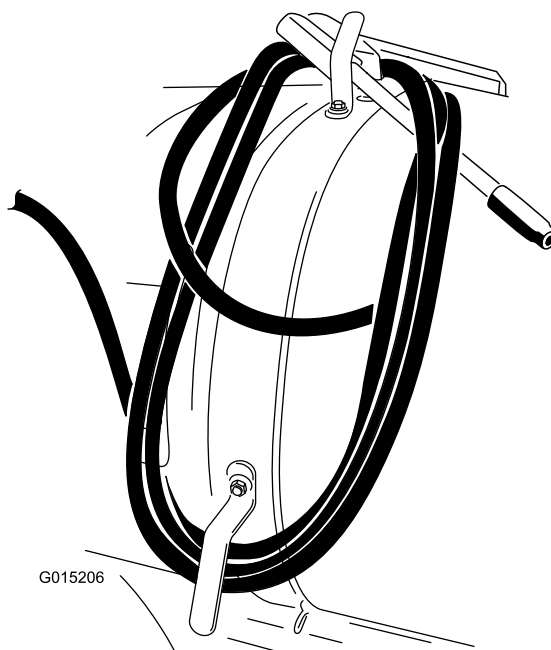

Figura 12
3. Avvolgete il flessibile intorno ai ganci del serbatoio e fissate la pistola come illustrato nella Figura 12.